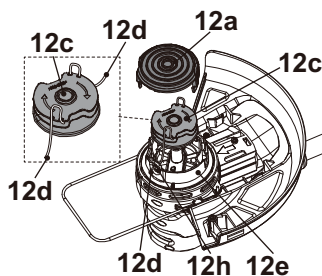

Fig. 24
6. Solte a linha de aparar (12d) dos entalhes e mantenha-a em posição. Evite que a linha de aparar (12d) fique espalhada da bobina de aparar (12c) (Fig. 24, passo 1).
7. Direcione a extremidade da linha de aparar através do ilhó (12h) no invólucro (12e) (Fig. 24, passo 2).
9. Insira a bobina de aparar (12c) no invólucro (12e) (Fig. 24, passo 3). Rode a bobina até que bloqueie na posição.